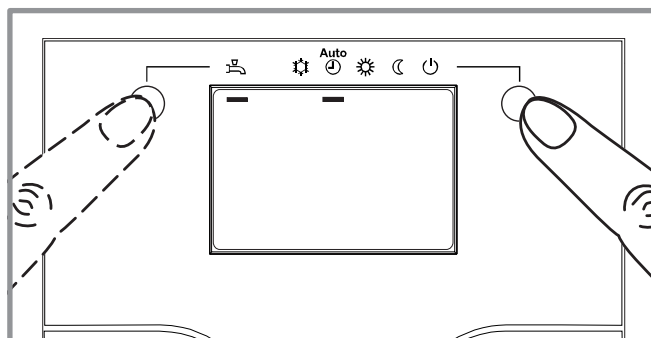

figure 6 - Sélection du régime de chauffe AUTO et puis du régime ECS (eau chaude sanitaire)
- Sélectionner le régime de chauffe "AUTO" (figure 6).
- Sélectionner le régime ECS (figure 6).